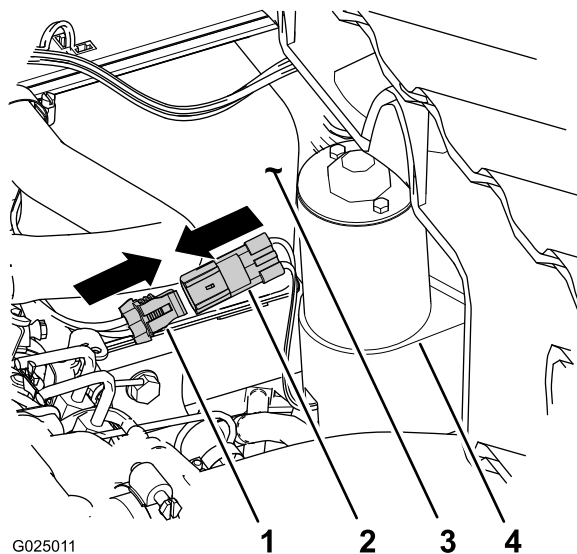

图 10
3. 将机器后线束的 2 插槽电气接头连接到提升致动器的 2 针接头图 10。